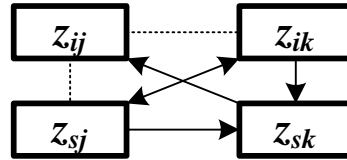

Рисунок 1.6 – Правила индексирования оценок замещения при пересчете симплекс-таблицы
**Примечание.** Порядок индексирования оценок замещения удобно запоминать с помощью т. н. «правила треугольников», соответствующего схеме исключения Гаусса (см. рисунок 1.6).